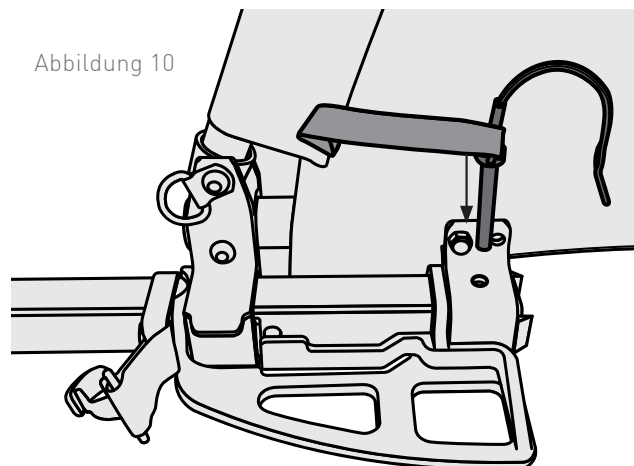

Abbildung 10
2. Den Halteringsstift von oben durch die aufeinander ausgerichteten Bohrungen von sowohl Deichselaufnahme als auch Deichsel einführen (Abbildung 10).